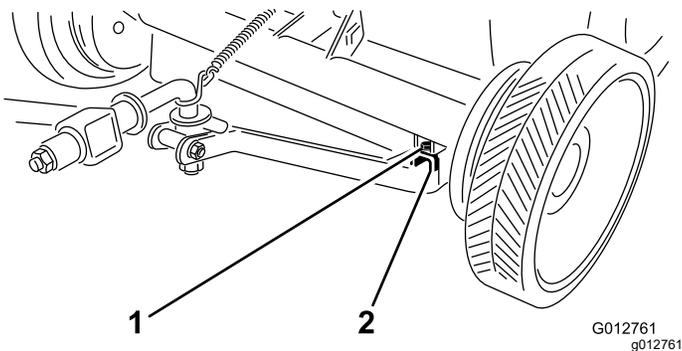

Figure 12
- Alignez les trous de la barre d'attelage et les supports sur les tubes transversaux de la tondeuse. Fixez chaque côté avec un boulon (1/2 x 3 1/2 po), un tube d'écartement et un contre-écrou (1/2-13), comme montré à la Figure 12.